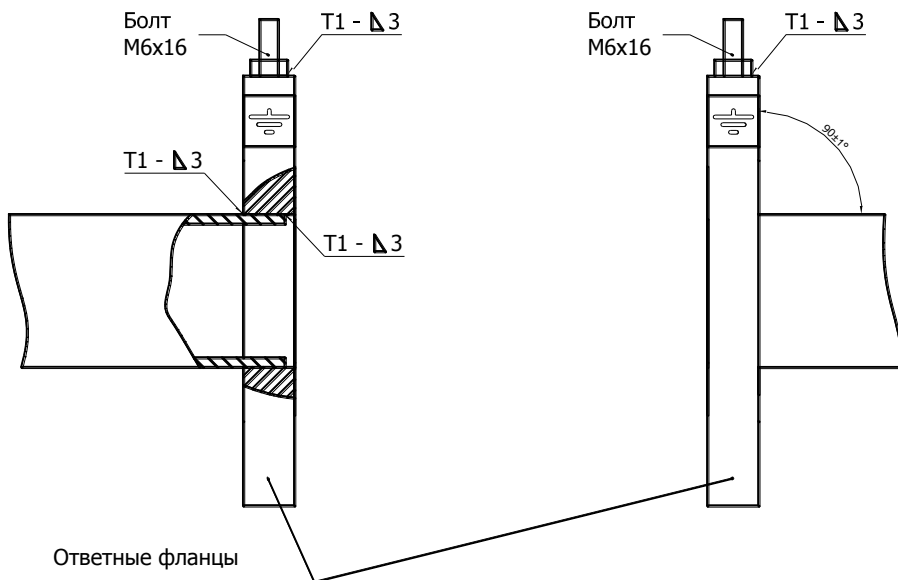

Рис. 8.6
8.3.5 К прямолинейным участкам трубопровода приварить фланцы в соответствии с ГОСТ 12820-80, при этом угол между осью трубопровода и плоскостью фланца должен быть  $90 \pm 1^\circ$ . Фланцы следует приваривать таким образом, чтобы после установки расходомера (ППР) ось электродов ППР лежала в горизонтальной плоскости (допустимое отклонение от линии горизонта  $\pm 10^\circ$ ). При монтаже ответных фланцев необходимо приварить болт заземления к верхней части монтируемого фланца (см. рис. 8.6).
**ВНИМАНИЕ!!!** На датчики расхода, монтаж которых выполнен с нарушением требований ГОСТ 12820-80 (соединение труба-фланец), гарантийные обязательства не распространяются (см. Рис. 8.6а).
Рис.8.6а